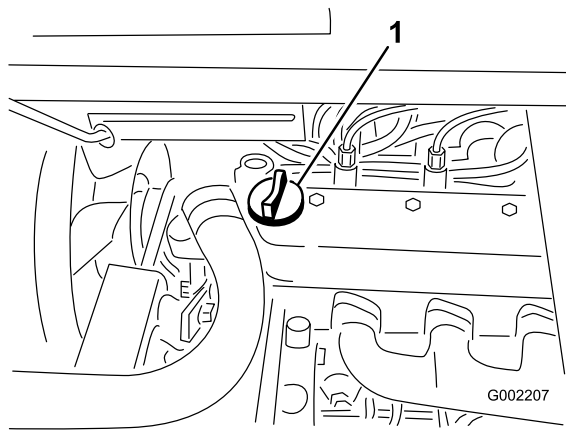

图40
3. 如果机油油位较低、请从气门室盖 (图40) 上拆下加油颈盖、从开口处注入机油、直至油位达到量油尺上的“已满”标记参阅“机油维护”小节、了解适合的机油类型和粘度。在此过程中应缓慢添加机油并不时检查油位。切勿过量添加。